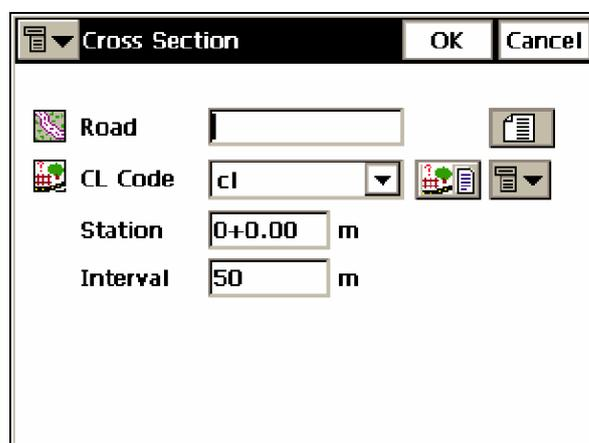

Рисунок 6-31. Поперечное сечение
2. В окне **Cross Section (Поперечный срез)** задайте параметры снимаемого объекта: название трассы, код и атрибуты осевой линии, станцию, на которой выполняется съемка поперечника, и приращение расстояния в направлении следующей станции. Если трасса не создана, то определите плоскость (рис. 6-31). Нажмите **OK**.